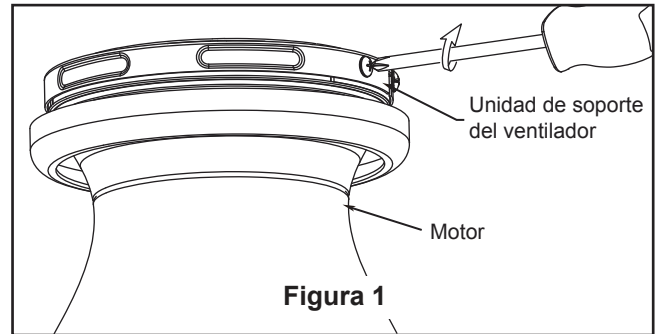

Figura 1
1. Instale la unidad del motor a la unidad de soporte de techo utilizando los tornillos retirados previamente fije con seguridad los tres tornillos. (Figura 1)